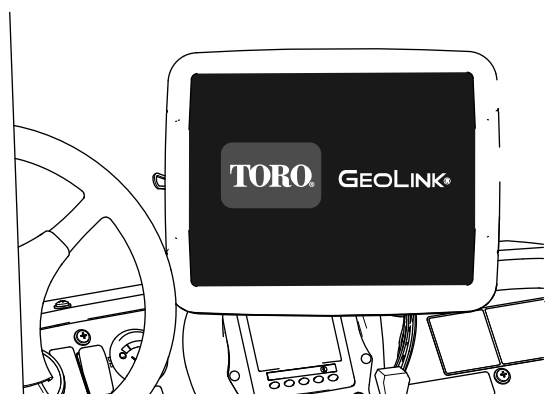

Figura 232
- Consola de controlo—mostra gráficos e texto (Figura 232)